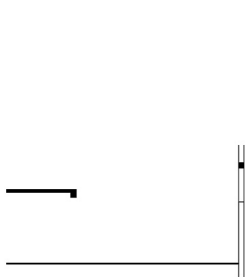

图 4.97 绘制⑩轴线一层休息平台的窗洞口线
② 在指定下一点或 [放弃(U)]：提示下，将光标向右拖动并输入“240”，然后按 Enter 键。
③ 按 Enter 键结束【直线】命令，这样在距离地面高 2750mm 的地方绘制了一条长 240mm 的水平线。
④ 启动【偏移】命令，将上面绘出的水平线依次向上偏移 1500mm（窗高）和 240mm（过梁高），然后填充过梁，结果如图 4.97 所示。